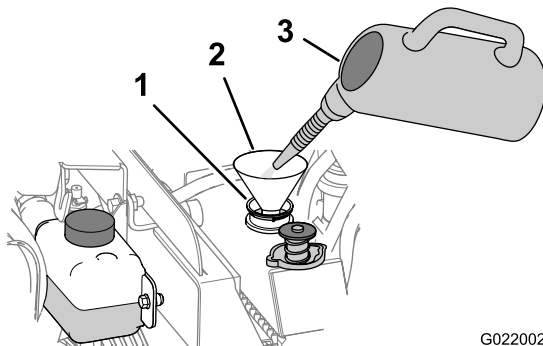

Figura 103
- B. Adicione uma solução para limpeza do sistema de arrefecimento no radiador através do bocal de enchimento (Figura 103).